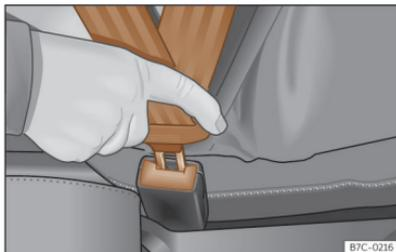

Abb. 23 Schlosszunge des Sicherheitsgurts in das Gurtschloss einstecken.
- Schlosszunge fest in das zum Sitzplatz gehörende Gurtschloss stecken >>> (Abb. 23).